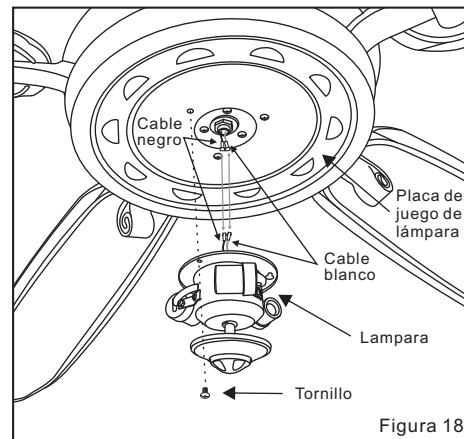

Figura 18
3. Quite 1 de los 3 tornillos de la placa de juego de lámpara y sueltese los otros 2 tornillos (no quitar). Conecte el cable blanco del motor con el cable blanco del juego de lámpara. Conecte el cable negro del motor con el cable negro del juego de la lámpara. (Figura 18)
hasta que encaje en la sección estrecha de los agujeros.. Luego apriete 2 tornillos sueltos previamente y otro tornillo quitado previamente(Figura 18)